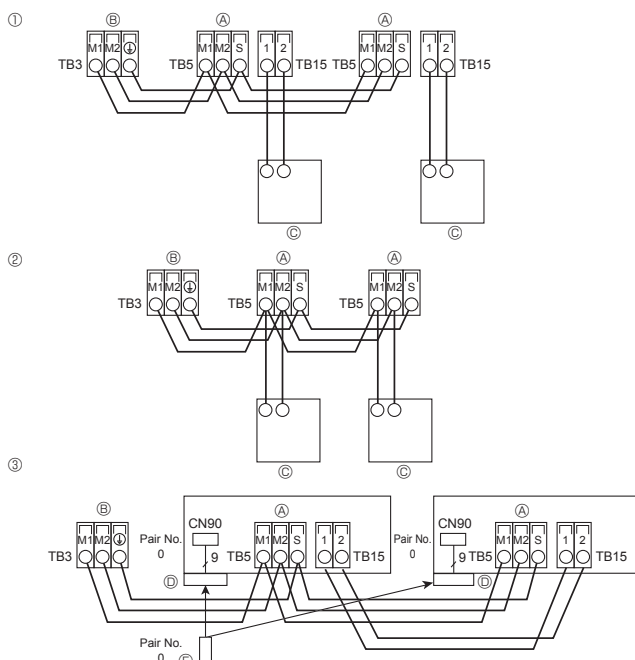

Fig. 4-3
④	4 направления	2,5 м	2,7 м	3,5 м
③	3 направления	2,7 м	3,0 м	3,5 м
②	2 направления	3,0 м	3,3 м	3,5 м
4.4. Подсоединение пульта дистанционного управления, кабелей передачи внутри и снаружи (Fig. 4-3)